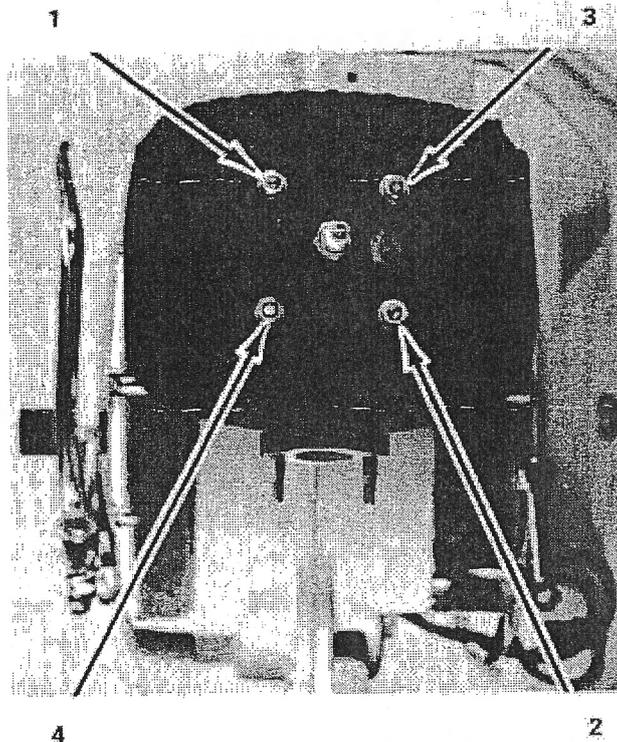

FIG 1
3.Mira la culata como si fuera un reloj con las doce en el punto más adelantado, usa una llave de 12mm para aflojar los cuatro tornillos 1/4 de vuelta cada uno con el siguiente orden: Las 10 - las 4 – las 2 -las 8 o lo que es lo mismo aflojando consecutivamente los tornillos 1-2-3 y 4 como indica la Fig 1. Repite la operación aflojando 1/4 de vuelta cada vez